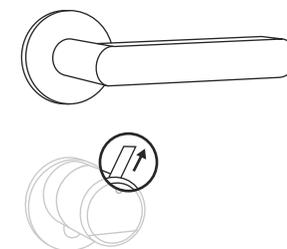

Fig. 11
- ⑧ Si vous ne l'avez pas encore fait, retirez la bande de protection des batteries du compartiment de piles sur le bouton intérieur (Fig. 11).